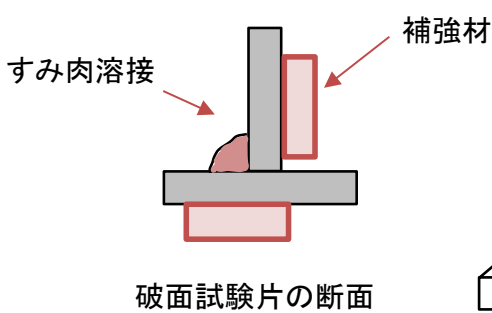

図4 補強材溶接後の試験片状況
- 板厚が薄い場合は板自体が座屈してしまい破断できない場合があります。破断が困難な場合は、補強材を溶接することで破断させることができます(図4)。